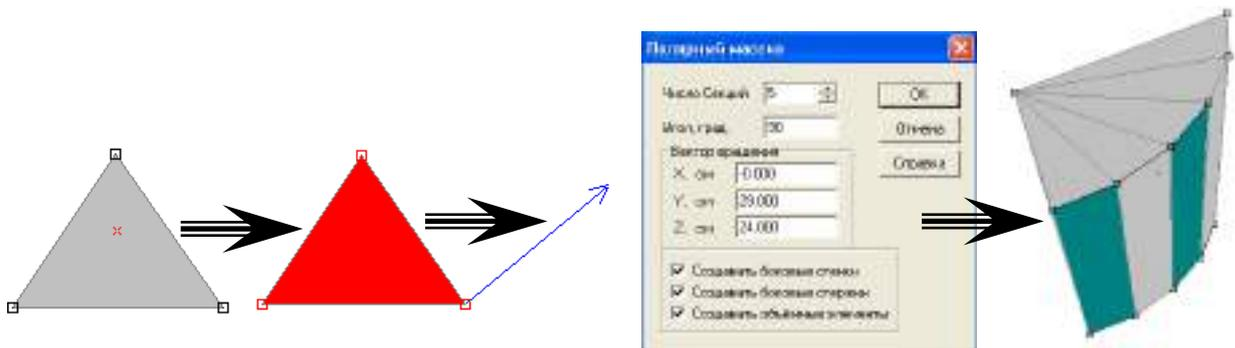

Рисунок 6.47
**Задание 7.2** Начертите произвольную треугольную пластинку и создайте полярный массив по образцу (рисунок 6.47)